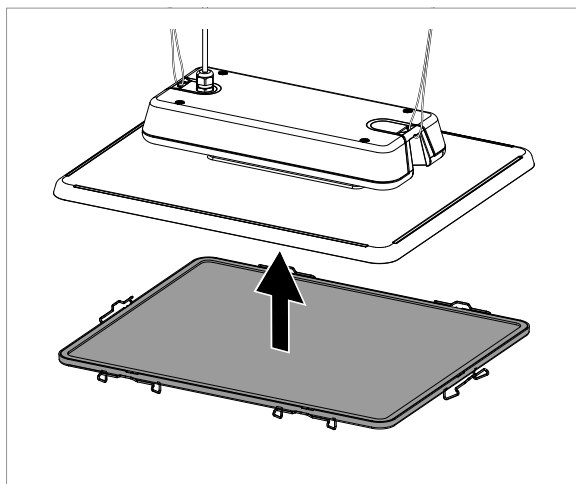

Fig. 10: Schutzscheibe positionieren.
- ▶ Setzen Sie die Schutzscheibe von unten auf die Leuchte, siehe Fig. 10.